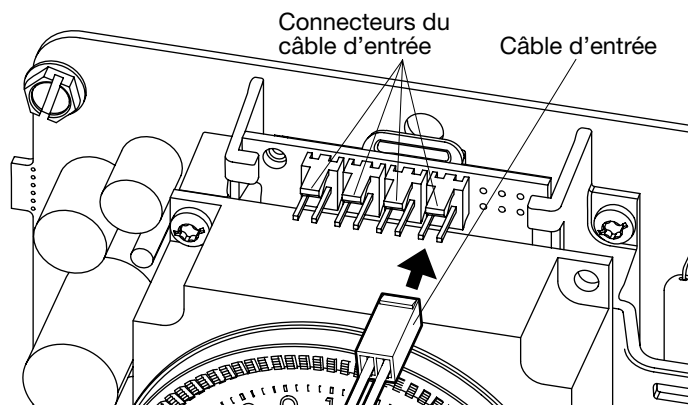

FIG. 7 Branchement du câble d'entrée
2. Raccorder le câble d'entrée au panneau de commande DDT40, comme illustré à la FIG. 7. Il est possible d'insérer le câble d'entrée dans l'un des quatre connecteurs du panneau de commande DDT40.